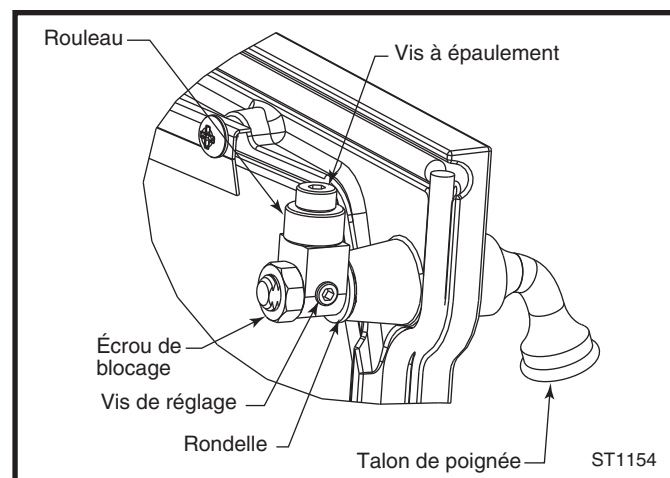

Fig. 13 Ajuster l'étanchéité de la porte en tournant le cliquet et/ou en retirant la rondelle.
1. Desserrer l'écrou de blocage avec une clé 9/16". (Fig. 13)